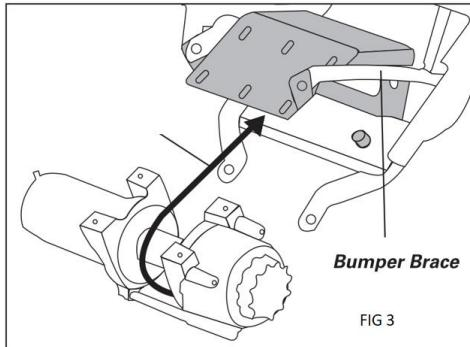

FIG 3
6. Draai de lier zo dat de montagegaten naar boven wijzen en schuif hem vervolgens van onderaf in de beugel. Zorg ervoor dat de lierkabel aan de onderkant naar buiten loopt (de kant die naar de montagebeugel wijst). (Zie afbeelding 3.) Lijn de juiste montagegaten uit en bevestig de lier met het meegeleverde bevestigingsmateriaal.